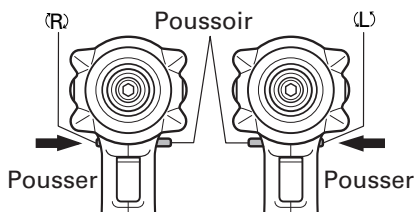

Fig. 14
La mèche tourne dans le sens horaire (vu de l'arrière) quand on appuie sur le côté R du bouton-poussoir. En appuyant sur le côté L du bouton-poussoir, la mèche tourne dans le sens anti-horaire. (Voir Fig. 14). (Les repères L) et (R) sont marqués sur le corps.)